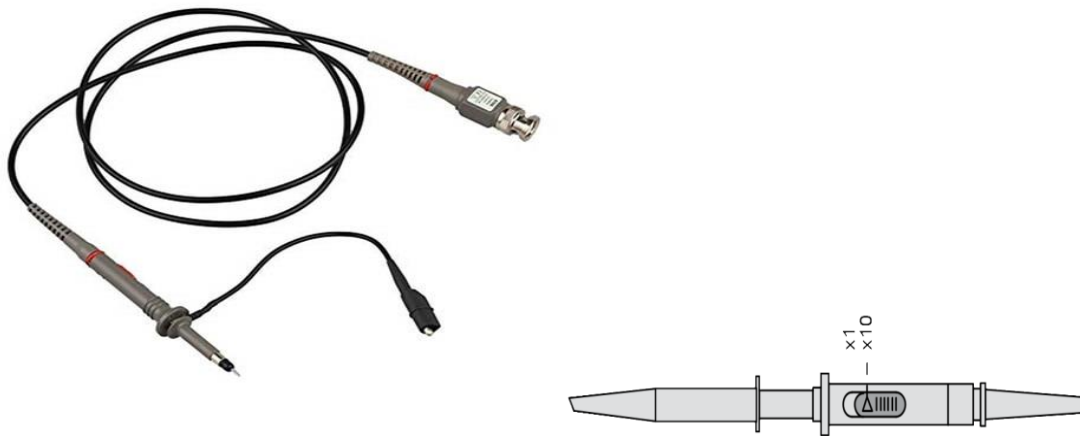
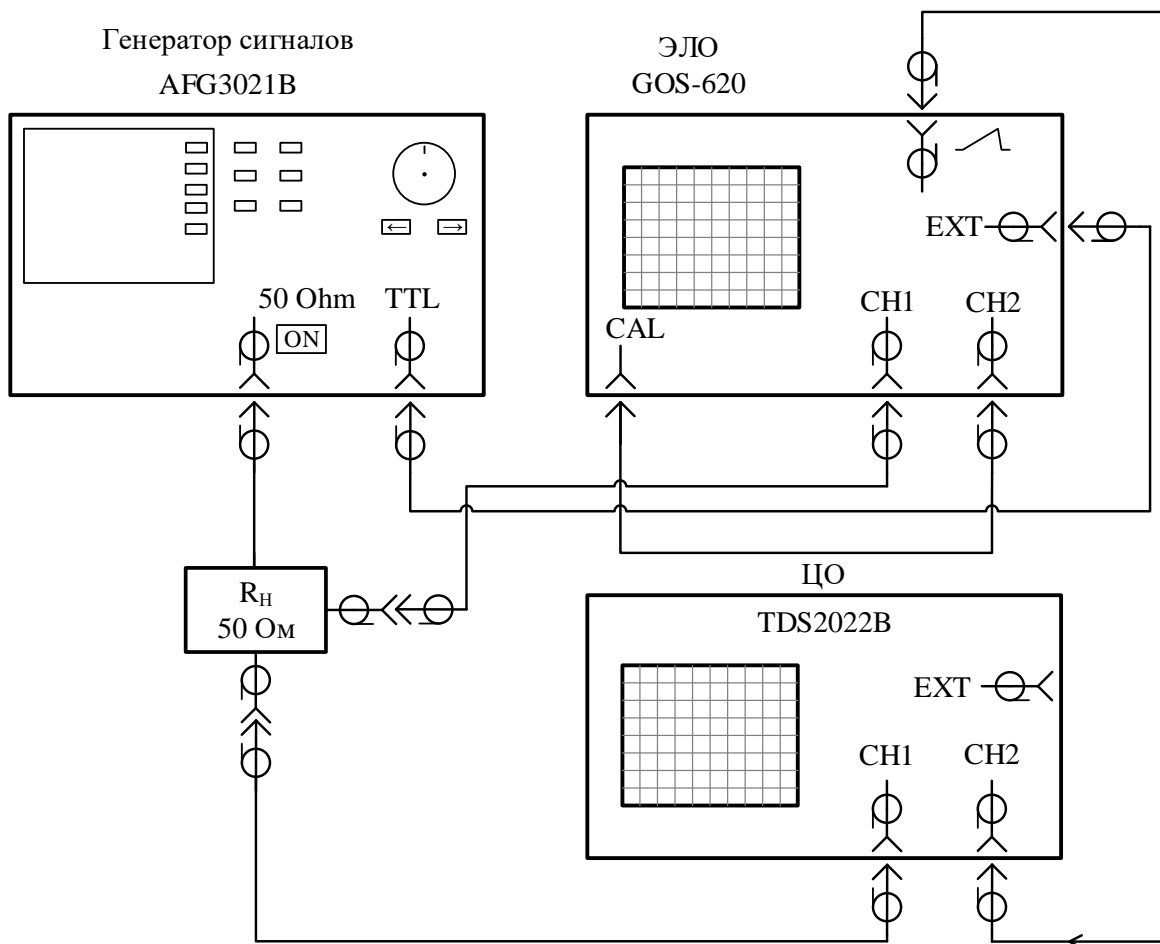
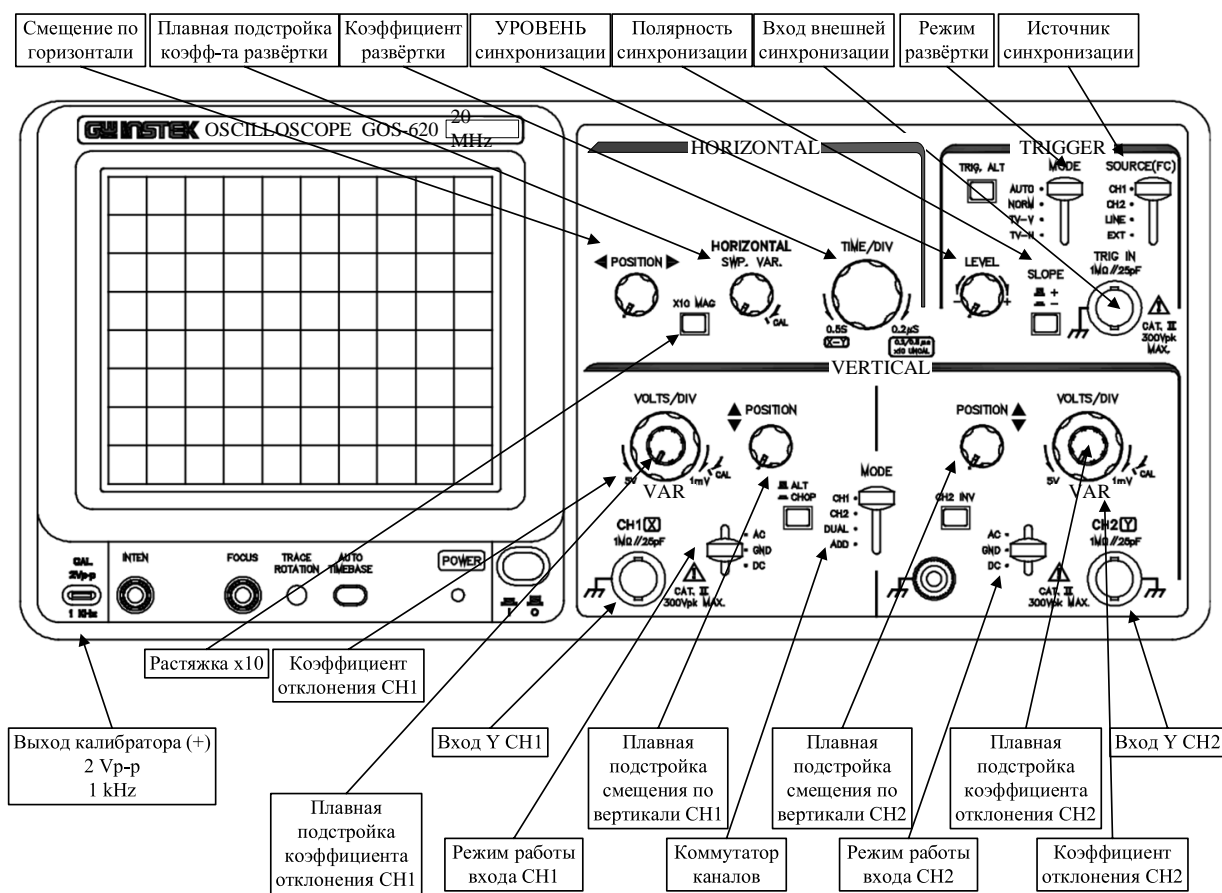

Рис. 3.5. Осциллографический пробник
Рис. 3.7. Схема лабораторной установки
Рис. 3.8. Приборная панель осциллографа GOS-620
Для корректного подключения осциллографа к источникам сигналов в комплекте с осциллографом поставляется выносной щуп (пробник). Он представляет собой выносной делитель напряжения, соединенный со входом осциллографа гибким кабелем (рис. 3.5).
Схема подключения приборов в лабораторной установке показана на рис. 3.7. Согласованная нагрузка R_H позволяет обеспечить паспортные значения амплитуды импульсов на выходе генератора.
Схема подключения приборов в лабораторной установке показана на рис. 3.7. В качестве исследуемых сигналов используют прямоугольные видео импульсы, вырабатываемые генератором AFG3021В. Согласованная нагрузка R_H позволяет обеспечить паспортные значения амплитуды импульсов на выходе генератора. Осциллограф GOS-620 является исследуемым прибором, напряжения на каналах X и Y которого наблюдаются на двухканальном цифровом осциллографе TDS2022В. Передняя панель прибора с указанием назначения органов управления показана на рис. 3.8.
1. Соберите схему лабораторной установки согласно рис. 3.7. Подключите выносной пробник ко входу канала CH2 ЭЛО. Зажим пробника («крючок») подключите к выводу калибратора, который расположен в левом нижнем углу передней панели ЭЛО (см. рис. 3.8). Переведите переключатель коэффициента деления пробника в положение $\times 1$ (см. рис. 3.5).
- КАНАЛ Y (*VERTICAL*) \Rightarrow *MODE* = CH2; режим входа – закрытый (AC): (*VERTICAL*) \Rightarrow CH2 = AC;